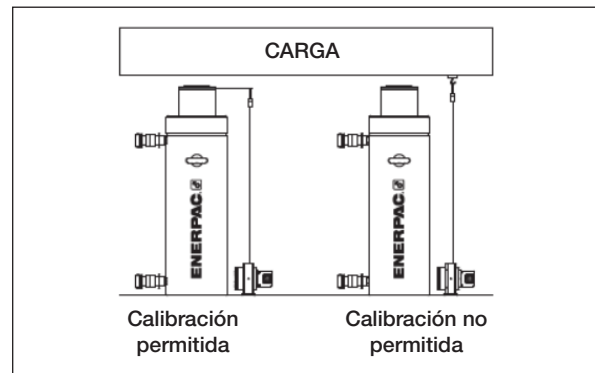

Figura 17: Condiciones de calibración
2. Selección de calibración de los cilindros: El usuario debe indicar si la calibración se va o no a realizar, dependiendo de cómo esté montado el sensor de carrera. Consulte la Figura 17 para obtener más información.